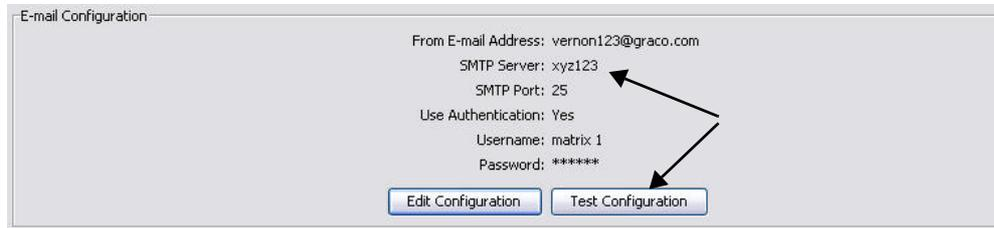

ABB. 138
1. Um zu prüfen, ob die von Ihnen festgelegten Ausgangs-E-Mail-Angaben korrekt sind, klicken Sie auf die Schaltfläche „Konfigurierung testen“ (ABB. 138).